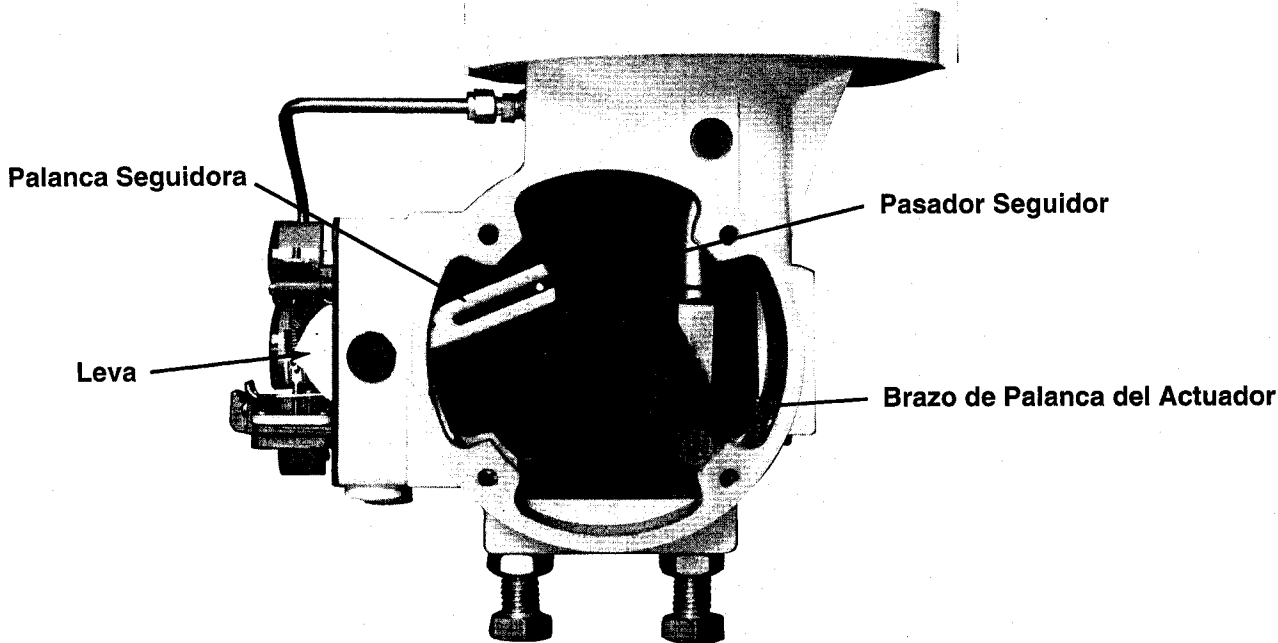

Figura 7: Instalación del Posicionador Beta en un Actuador Rotatorio
5. Regrese la palanca de ajuste de rango (13) y su seguro (8) a sus respectivos lugares.
6. Rote la palanca de ajuste a cero (22) de nuevo a su lugar y reinstale el resorte retroalimentador (34).
7. Inserte el pasador seguidor al orificio en la palanca del actuador e introdúzcalo firmemente a su lugar con un martillo, (ver figura 7).
8. Aplique grasa a las superficies de deslizamiento de la palanca seguidora (58) antes de montar el posicionador sobre la caja de transferencia. Al montar el posicionador sobre la caja de transferencia, asegúrese de guiar la palanca seguidora para que el pasador se deslice dentro de la ranura de la palanca seguidora (ver figura 7). Fije el posicionador a la caja de transferencia con los tres tornillos de montaje. Suba la leva para verificar que el pasador sí se desliza por la ranura del brazo. De no ocurrir así, quite la cubierta de la caja de transferencia para inspeccionar.